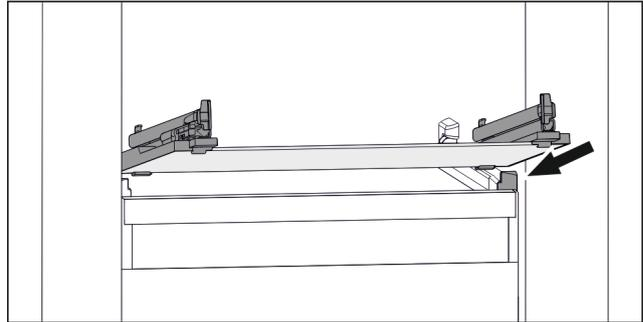

Fig. 162 Beispielhafte Darstellung der Glasplatte
- ▶ Glasplatte schräg hinter den Stopperrahmen aufsetzen. (siehe *Fig. 162*)